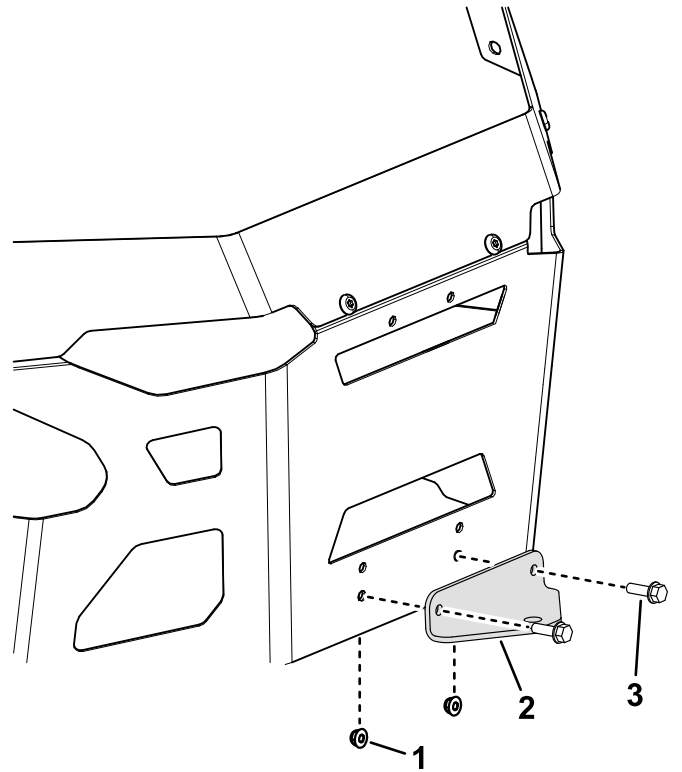

Bild 6
2. Entfernen Sie die vorhandenen zwei Schrauben, zwei Muttern und die Anbauvorrichtungshalterung von der Unterseite der Schutzvorrichtung (**Bild 6**).